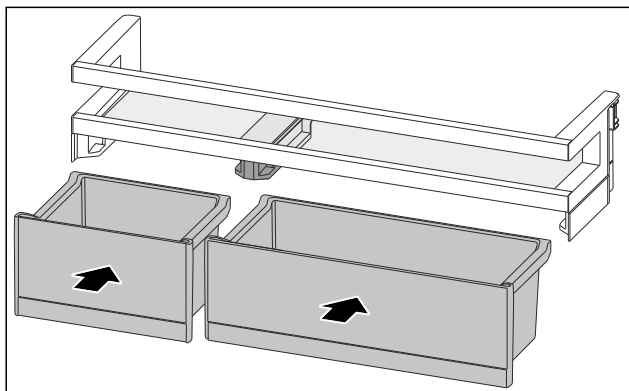

Fig. 189
- Installer les VarioBoxes dans l'agencement inverse. (voir Fig. 189)